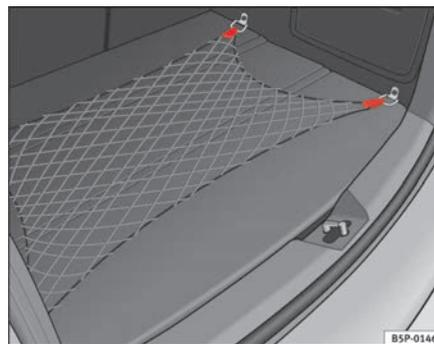

Fig. 107 Rete portaoggetti del vano bagagli
- Utilizzare gli anelli di ancoraggio che si trovano nelle parti laterali del vano bagagli, per fissare la rete portaoggetti ⇒ pag. 142, fig. 107